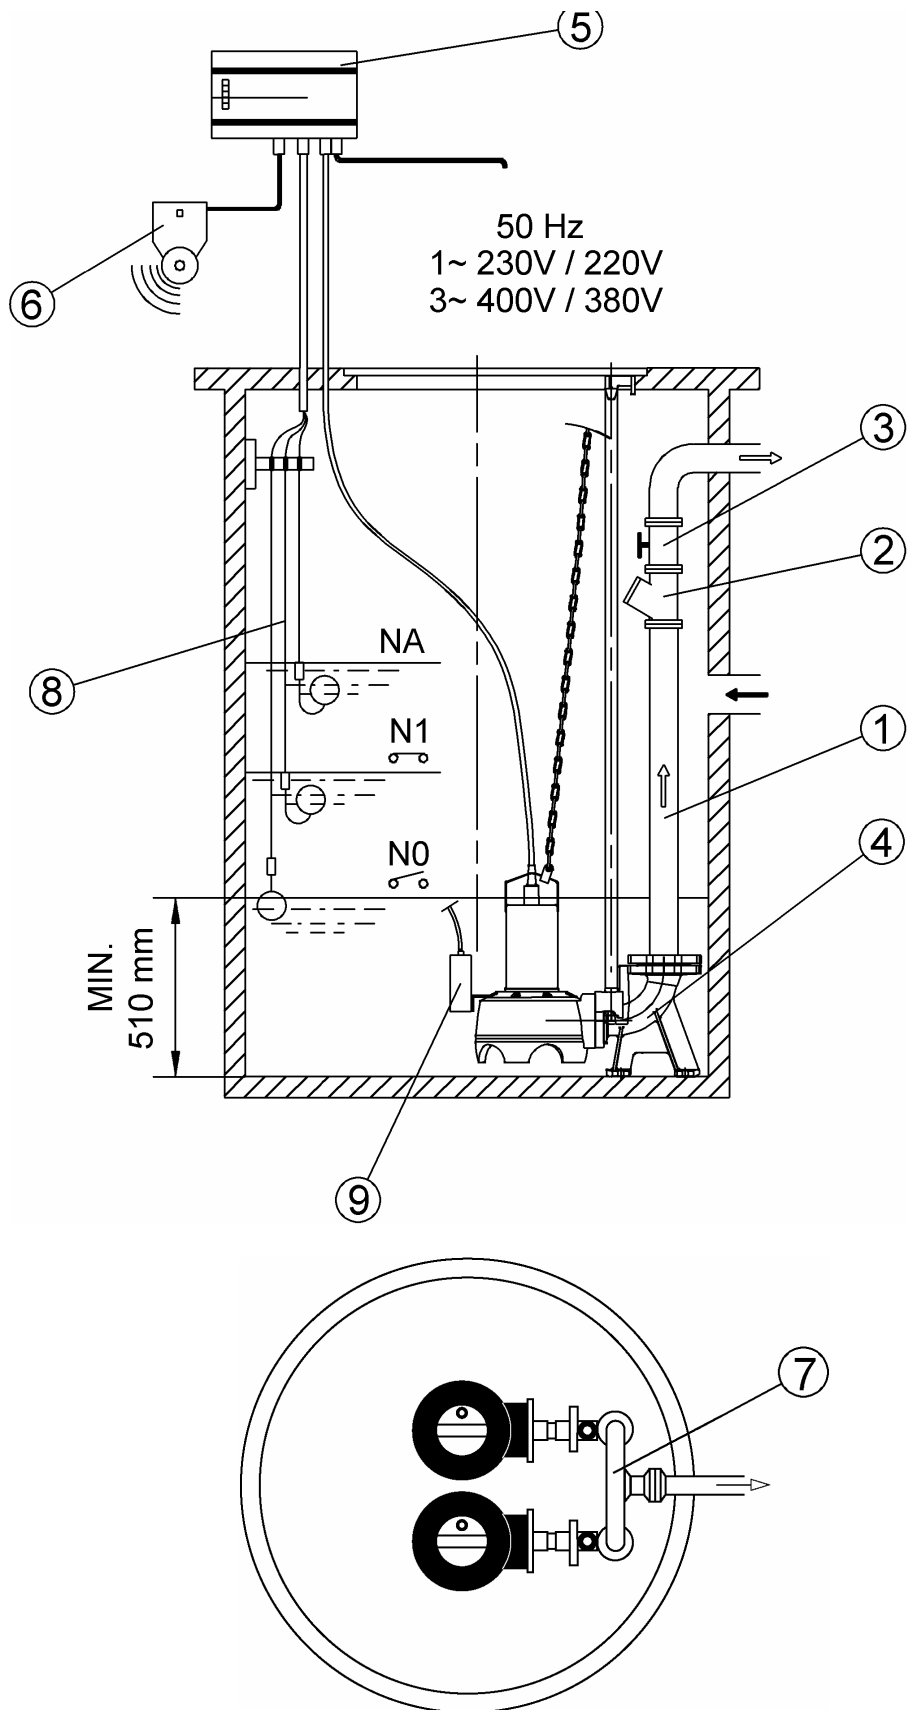

Рис. 3
- При стационарном мокром монтаже насосы TP50 и TP65 должны иметь опорное колено (Рис. 3, поз. 4).
- Для станций со сдвоенными насосами эта арматура встраивается в напорный трубопровод за каждым насосом и соединяется коллектором (Рис. 3 и 4, поз. 7)
- Уровень воды не должен опускаться ниже наименьшей глубины погружения насоса (Рис. 3 и 4). Устройство управления уровнем необходимо установить на следующий минимальный уровень: